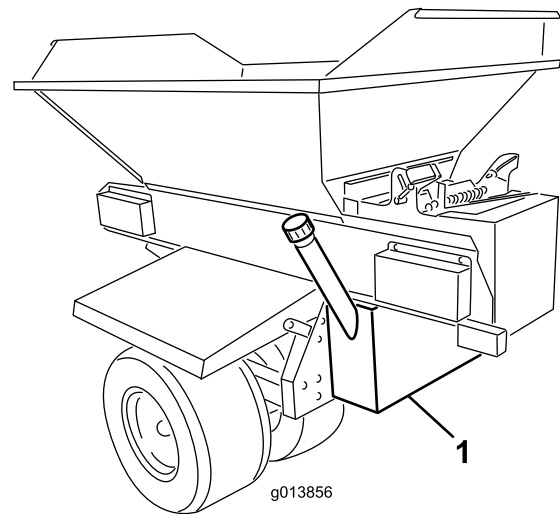

Bild 1
4. Stützen Sie den Hydraulikbehälter von unten ab und stellen ihn gegen die Chassissrückwand des ProPass. Der Behälter sollte von der rechten und linken Seite zentriert sein und vertikal stehen (Bild 1).